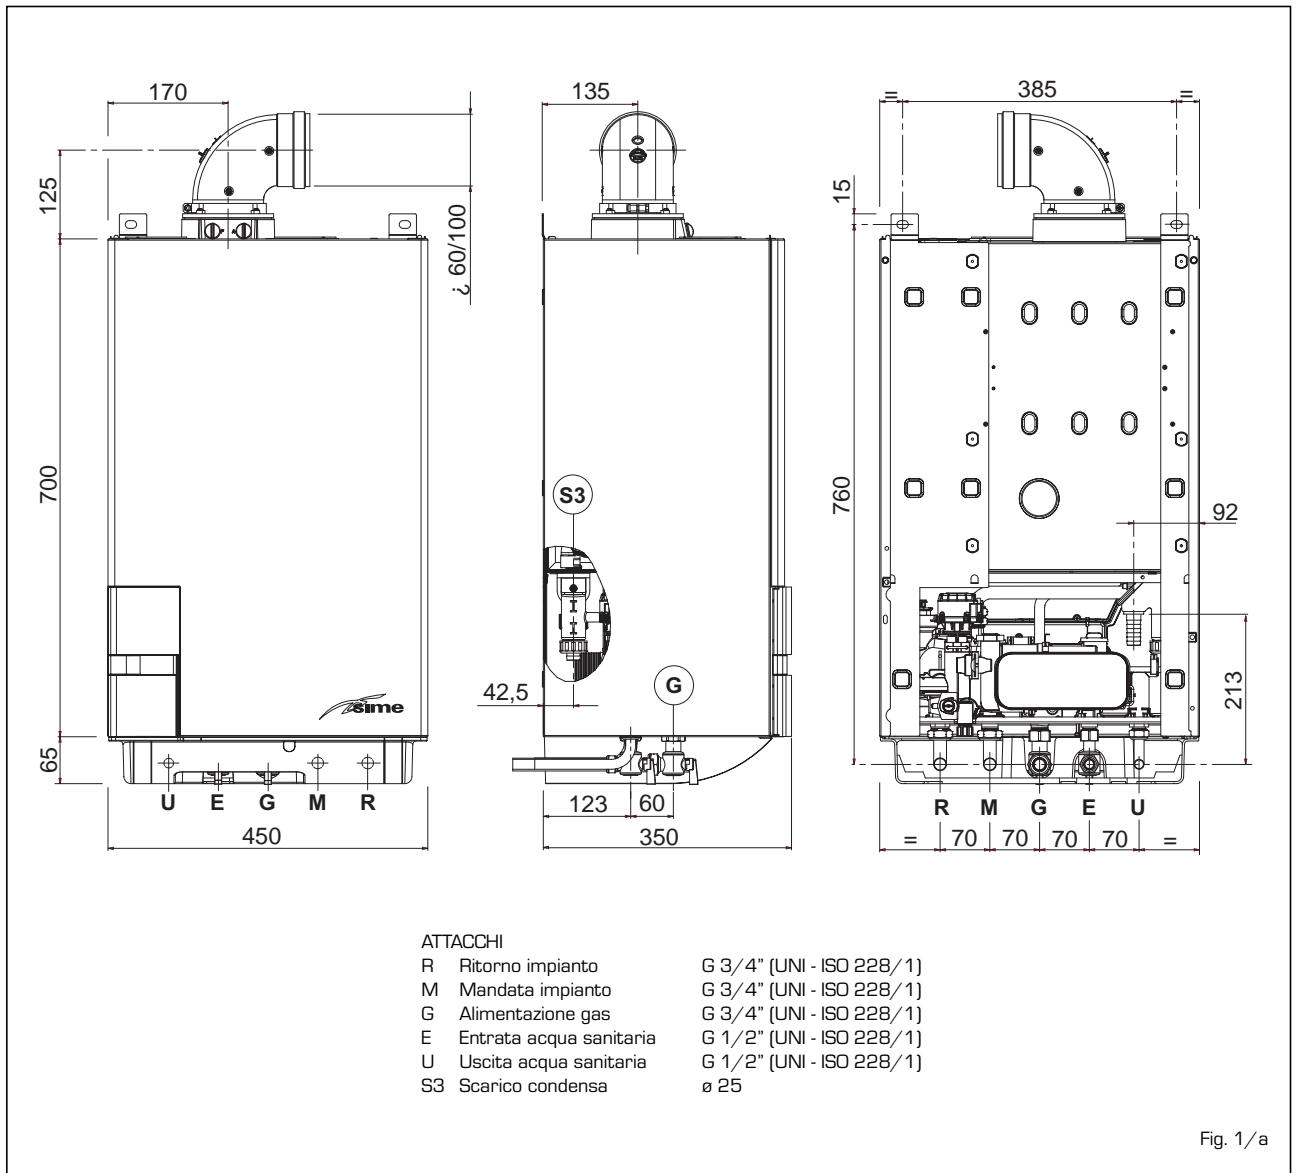

Fig. 1/a
1.2.1 Murelle EV HE 12-20-25-30-35 T (fig. 1)
1.2.2 Murelle EV HE 25-30-35 (fig. 1/a)